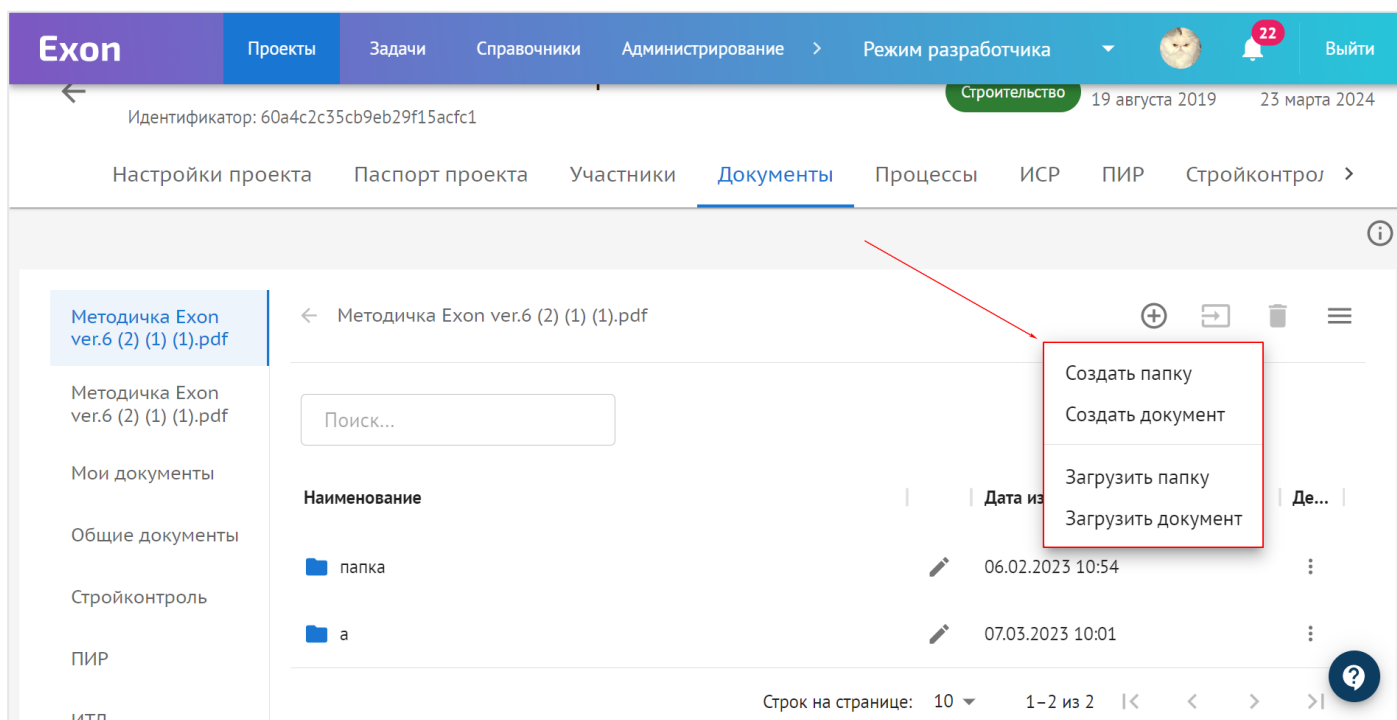

Рис. 42 – Выбор действия
2. Выбрать необходимое действие – загрузить папку/документ или создать папку/документ. Создание отличается от загрузки тем, что в случае создания вы вносите наименование файла в самой системе, а при загрузке оно берется из наименования файла на устройстве (рис.42);